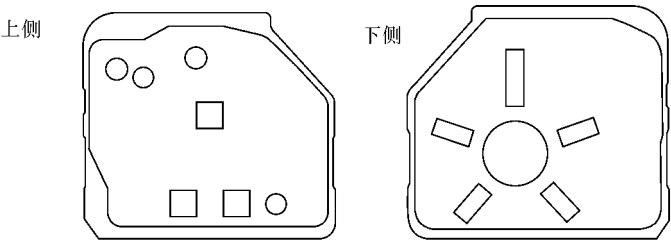

图 17-126 燃油箱减振垫的安装位置不能错
- (2) 燃油箱减振垫的安装位置不能装错，如图 17-126 所示。但也不要忘掉燃油箱上面的橡胶防护垫和燃油箱箍带。
- (3) 所有固紧零件应旋紧到适当的力矩。